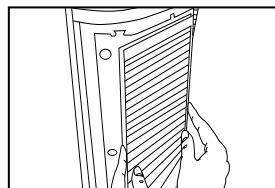

Fig. 3
3. Los filtros HEPA estará apoyado dentro de la unidad. Asegúrese de que los filtros se encuentren bien apoyados dentro de la unidad. Fig. 3